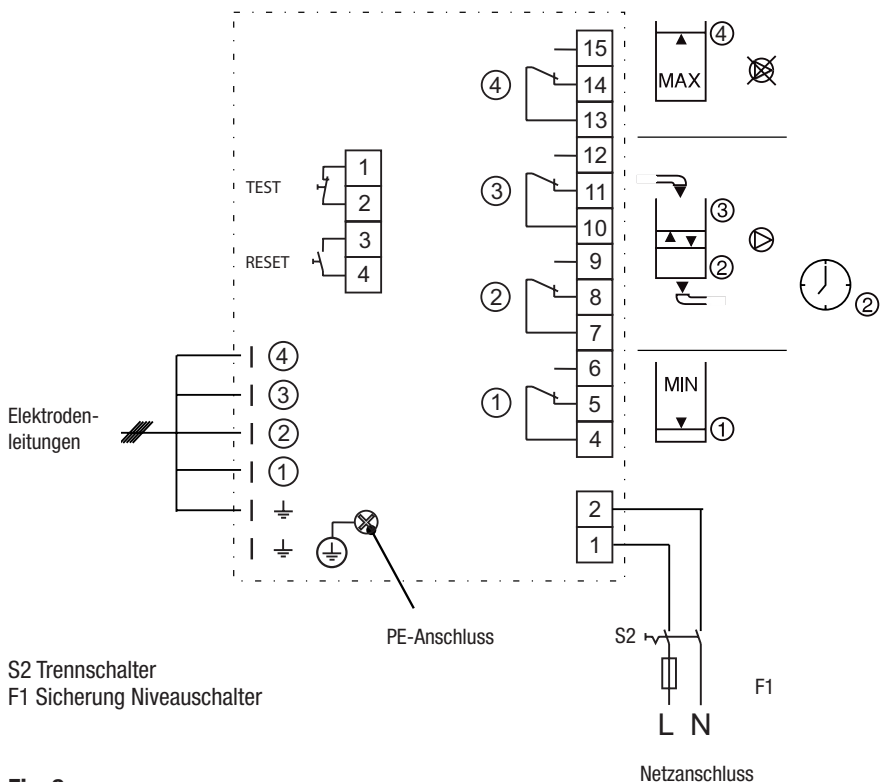

Fig. 9
1. Prüfen Sie, ob der Niveauschalter gemäß dem Anschlussplan angeschlossen ist. **Fig. 9**